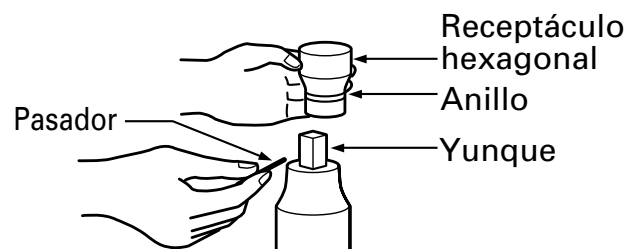

Fig. 2
(1) Tipo de pasador, junta anular (WH22) (Fig.2)